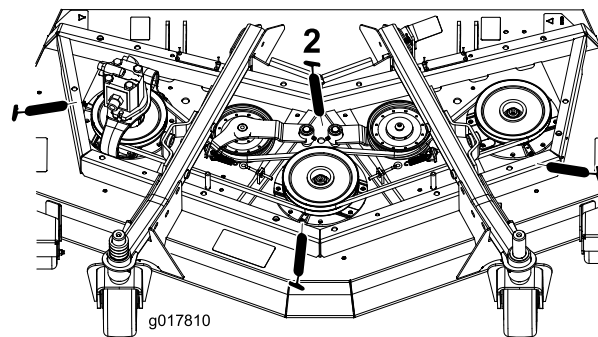

**Figura 61**
- 2 boccole dell'albero della forcella della ruota orientabile (Figura 61)